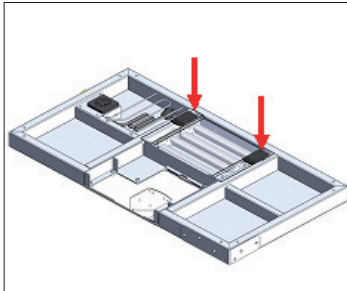
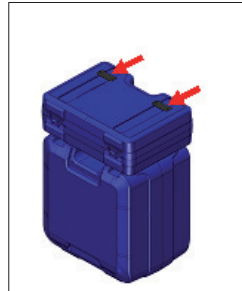

**Abb. 18**
**Abb. 19**
- Nach der Installation des Trimmers die Positionen der Magnetchips entsprechend der Formen und Größen der Werkstücke einstellen (Abb. 18). Zum einfachen Beschneiden der Kanten können die Saugkappen auf Werkstücken befestigt werden. Außerdem können Saugkappen zum Drehen der Werkstücke ergriffen werden (Abb. 19).